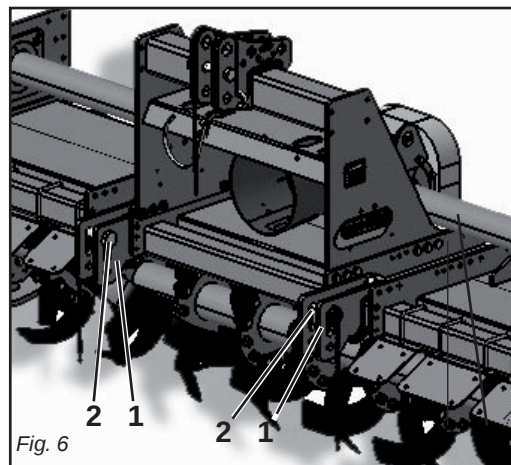

Fig. 6
In base alle dimensioni specifiche di questi 2 tipi di attacchi dei trattori è necessario determinare la posizione più favorevole della macchina spostando opportunamente sul tubo quadro le piastre (1 Fig. 6) e inserendo i perni (2 Fig. 6) nei fori corrispondenti al giusto diametro delle parallele del trattore.
Le piastre (1 Fig. 6) vanno montate sempre e solo come mostrato in Fig. 6 con i fori posizionati anteriormente al tubo quadro.
Depending on the precise dimensions of these two types of hitches, find the best position for the machine by moving the plates (1 Fig. 6) along the square tubular and inserting the pin (2 Fig. 6) in the holes corresponding to the correct diameter for the tractor's parallel arms.
The plates (1 Fig. 6) must always and only be mounted as shown in Fig. 6 with the holes towards the front of the square tubular.
En fonction des dimensions spécifiques de ces deux types d'attelages des tracteurs il faut déterminer la position la plus favorable de la machine en déplaçant, sur le tube carré, les plaques (1 Fig. 6) et introduire les axes (2 Fig. 6) dans les trous correspondant au bon diamètre des parallèles du tracteur.
Les plaques (1 Fig. 6) doivent obligatoirement être montées comme illustré dans la Fig. 6 en utilisant les trous placés à l'avant du tube carré.
Aufgrund der spezifischen Abmessungen dieser beiden Schlepperanschlüsse kann man die günstigste Position der Maschine festlegen, indem man die Platten (1 Abb. 6) auf dem Vierkantrrohr verschiebt und die Bolzen (2 Abb. 6) in die entsprechenden Bohrungen mit dem richtigen Durchmesser auf dem Schleppergestänge einsteckt.
Die Platten (1 Abb. 6) dürfen nur und ausschließlich so montiert werden, wie es in Abb. 6 gezeigt ist, nämlich mit den Bohrungen, die vor dem Vierkantrrohr angeordnet sind. Der Hersteller haftet nicht für die Beschädigung der Maschine oder des Schleppers infolge der Nichtbeachtung dieser Angabe.
En relación a las dimensiones específicas de estos dos tipos de enganche de los tractores hace falta determinar la posición más favorable de la máquina desplazando oportunamente en el tubo cuadrado las placas (1 Fig. 6) e introduciendo los pernos (2 Fig. 6) en los orificios correspondientes al correcto diámetro de las paralelas del tractor.
Las placas (1 Fig. 6) deben ser montadas siempre y solamente según lo indicado en la Fig. 6 con los orificios posicionados delante del tubo cuadrado. La firma constructora no es responsable de rupturas en la máquina o en el tractor originadas por falta de respeto de esta indicación.
- 1 - Accostare le parallele del sollevatore ponendole all'interno delle piastre (1 Fig. 6), inserire il perno (2 Fig. 6) nel foro predisposto e bloccare con le copiglie a scatto.
- 1 - *Near the lift bars, setting them in the most suitable plates (1 Fig. 6). Insert the pin (2 Fig. 6) into the relative hole and lock in place with the snap-in split pins.*
- 1 - *Approchez les barres du relevage en les plaçant à l'intérieur des plaques les plus appropriées (1 Fig. 6), introduisez l'axe (2 Fig. 6) dans le trou correspondant et bloquez par les goupilles à encastrement.*
- 1 - Acercar las barras del elevador poniéndolas dentro de las placas más indicadas (1 Fig. 6), introducir el perno (2 Fig. 6) en el orificio y bloquear con los pasadores de resorte.
- 1 - Die Lenker des Krafthebers annähern und in die am besten geeigneten Platten schieben (1 Abb. 6). Den Bolzen (2 Abb. 6) in das Loch stecken und mit dem einrastenden Splint blockieren.